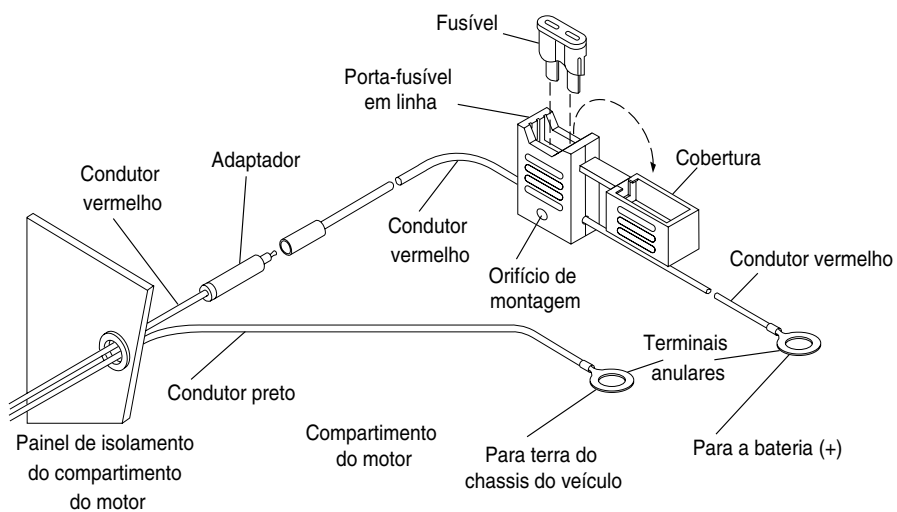

Figura 2-2. Conjunto do cabo de alimentação
4. Conecte o condutor preto do cabo de alimentação ao ponto mais próximo da conexão à terra do chassis do veículo. Este ponto normalmente é o ponto central de conexão à terra próximo à bateria (use se necessário o terminal anular que é fornecido). Corte o condutor preto para retirar o excesso de comprimento do cabo. (Ver Figura 2-2).
6. Insira a extremidade descascada do condutor vermelho do porta-fusíveis no interior do orifício de engate do terminal anular e prenda-o com pressão. Encaixe o conector macho do condutor vermelho do adaptador de porta-fusíveis ao ponto de entrada correspondente do condutor vermelho do cabo de alimentação. (Ver Figura 2-2).
9. Verifique se todas as conexões estão corretas. Insira o fusível no porta-fusíveis e feche a cobertura. (Ver Figura 2-2).